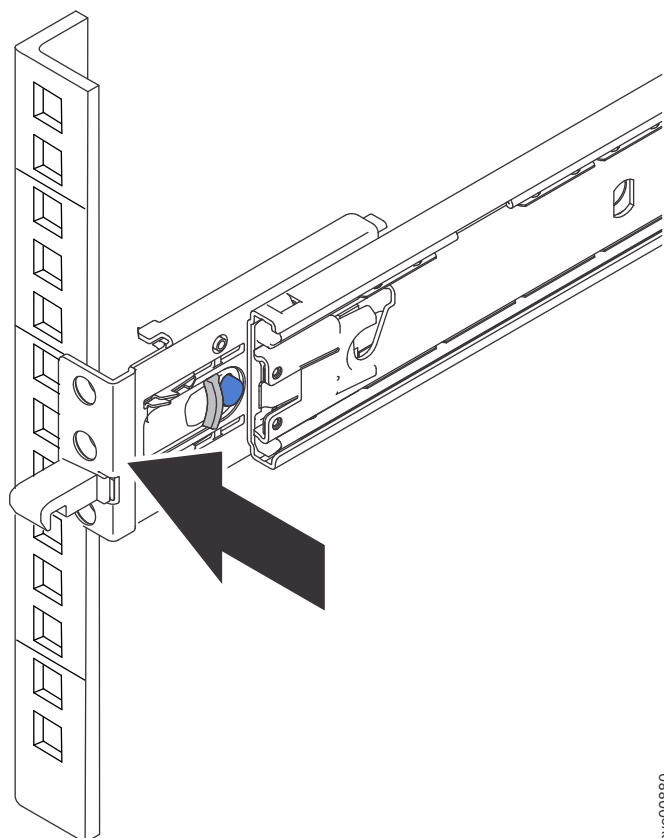

Figura 66. Alinhando a frente do trilho deslizante com a frente do rack
5. Alinhe a parte frontal dos trilhos deslizantes, conforme mostrado em Figura 66 na página 95.